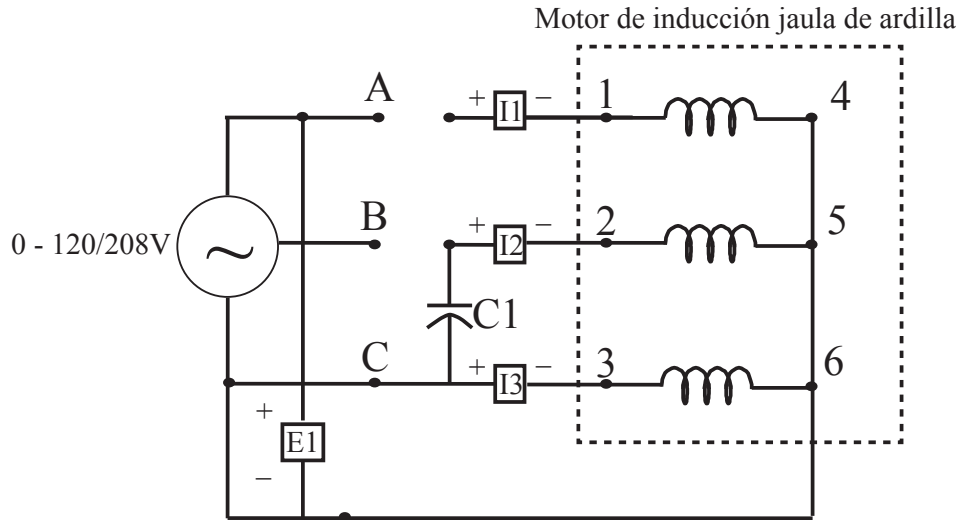

Figura 8: Motor de inducción trifásico jaula de ardilla, funcionando como motor de inducción monofásico
16. Montar el circuito de la figura 8, seguir las recomendaciones proporcionadas al principio del procedimiento.